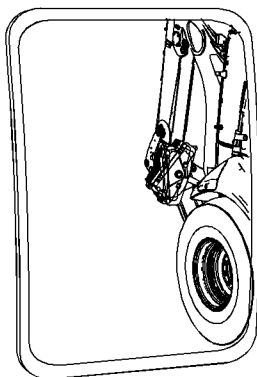

Ilustración 147
Si tiene, ajuste el espejo retrovisor del lado izquierdo (2) para que un área de por lo menos 1 m (3,3 pies) del lado de la máquina pueda verse. Consulte la ilustración 147. Ajuste también el espejo retrovisor izquierdo de manera que se pueda ver lo siguiente: